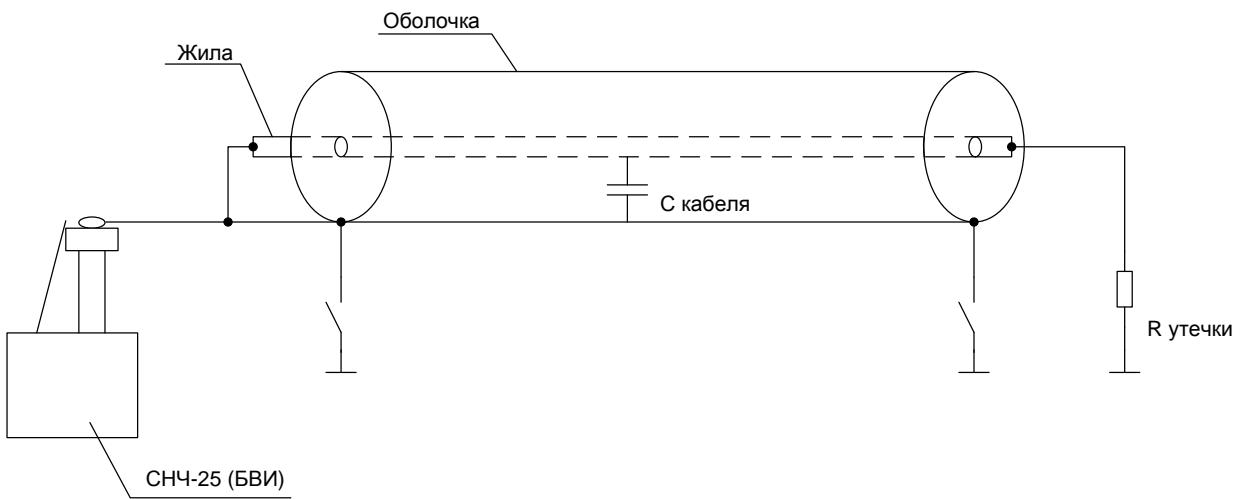

Рис.7
Для проведения испытания оболочки кабеля из сшитого полиэтилена, необходимо отключить оболочку кабеля от контура заземления с обеих сторон кабеля. Жилу испытываемого кабеля, необходимо соединить с оболочкой этого кабеля (см. рис.7) Если этого не сделать, емкость кабеля между жилой и оболочкой, может зарядиться до значительной величины.
7.3.1. Выполнить п.71.1.-7.1.5. Подключить объект испытаний в соответствии с рис. 7.